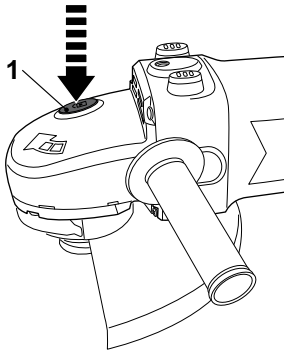

Fig. 11
- > Appuyez sur le bouton de verrouillage de la broche [1] et tournez la broche jusqu'à ce qu'elle se verrouille (Fig. 11).